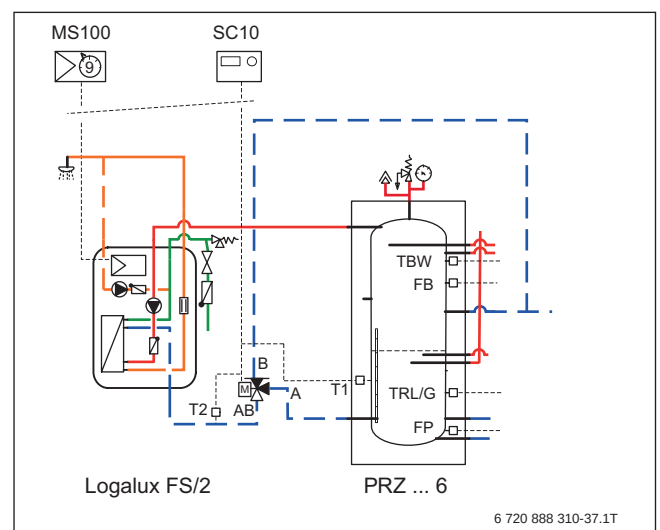

Bild 253 Rücklauftemperaturabhängige Einspeisung in PRZ-Speicher
- Wenn optional eine Zirkulationspumpe installiert wird, sollte eine Temperaturdifferenzregelung (→ Bild 253) und ein Umschaltventil im Rücklauf der Frischwasserstation FS/2 eingebaut werden. Über diese Regelung und das Umschaltventil werden hohe Rücklauftemperaturen aus der Zirkulationsleitung oberhalb des Trennblechs des PRZ-Speichers eingeleitet.